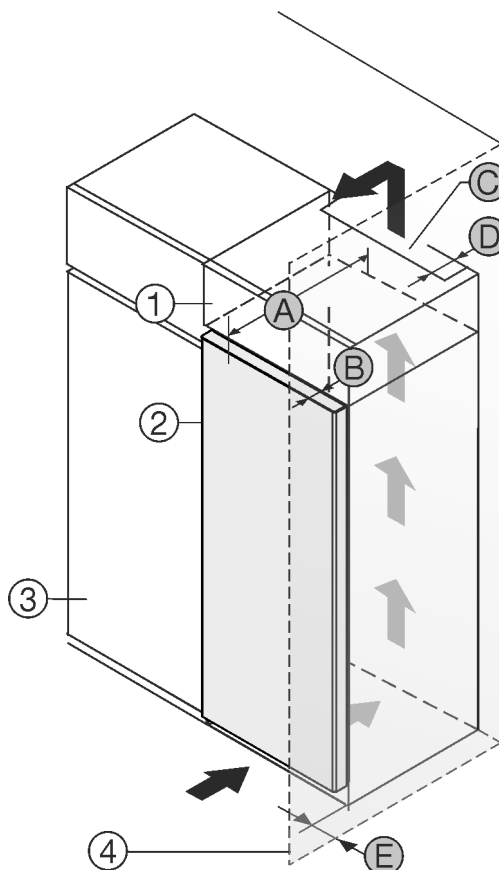

Fig. 1
A készülék közvetlenül a konyhaszekrény Fig. 1 (3) mellé állítható.\*
A rátétszekrény hátoldalán egy megadott mélységű Fig. 1 (D) szellőzőaknákat kell kialakítani a rátétszekrény teljes szélességében.\*
A mennyezet alatt be kell tartani a szellőző keresztmetszetet Fig. 1 (C).\*
Ha a készüléket a zsanérjaival a fal Fig. 1 (4) mellé állítja fel, legalább 13 mm távolságot kell tartani a faltól.\*
Ha a készüléket a zsanérjaival a fal Fig. 1 (4) mellé állítja fel, legalább 20 mm távolságot kell tartani a faltól.\*
Ahhoz, hogy az ajtót teljesen ki tudja nyitni, a készüléknek a konyhaszekrény elülső oldalához képest legalább az ajtó mélységének Fig. 1 (B) megfelelően ki kell állnia. A konyhaszekrények Fig. 1 (3) mélységétől és a fali távtartók használatától függően a készülék nagyobb mértékben is túllóghat előre felé.\*